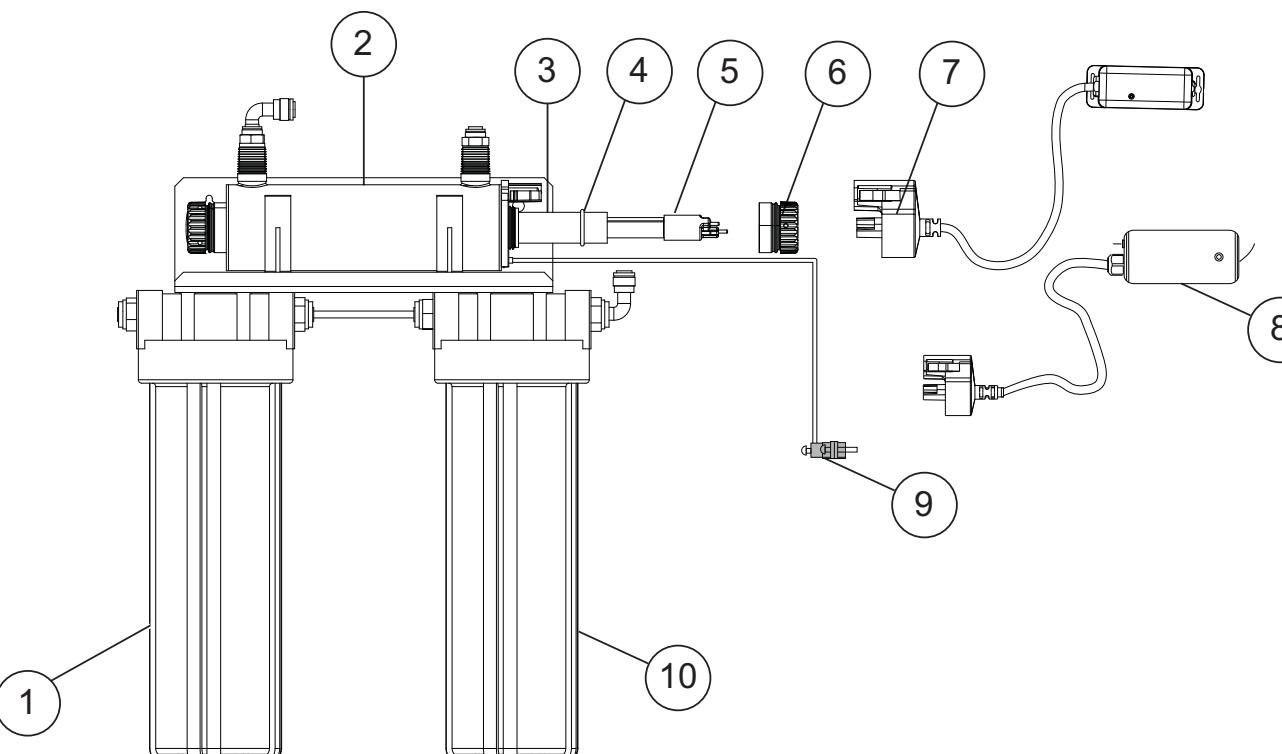

Figure 1 Composants du système
- Fixer le système au mur à l'aide des deux trous de fixation à l'arrière du système de désinfection avec les dispositifs de fixation appropriés. Consultez la Figure 1.
- La source d'alimentation fournie avec votre système de désinfection doit être dans un rayon de cinq (5) pieds d'une prise électrique. NE PAS utiliser de prise qui peut être mise hors tension (ie une sortie d'élimination des déchets). Brancher le connecteur de lampe à la lampe UV, faire glisser le connecteur sur l'écrou de blocage. Brancher le ballast dans la prise et s'assurer que l'affichage DEL DE MISE SOUS TENSION s'allume.